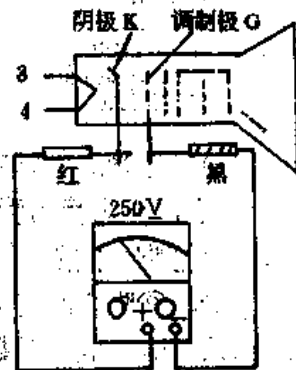

图 5-6 测显像管的截止电压
给显像管插上管座, 插上高压帽, 开机供给显像管各电极额定电压, 使其处于正常工作状态。等显像管显示出明亮的光栅后, 再反时针旋转亮度电位器, 直到光栅刚刚看不见时, 将万用表置于直流电压 250V 档, 把表笔的正端接显像管的阴极(如②脚)、负表笔接地(或调制极), 此时万用表上所指示的电压值便是该管(阴极调制)的截止电压  $V_{KJ}$ 。如图 5-6 所示。测量中如发现截止电压较低, 可换用直流 50V 档测试。